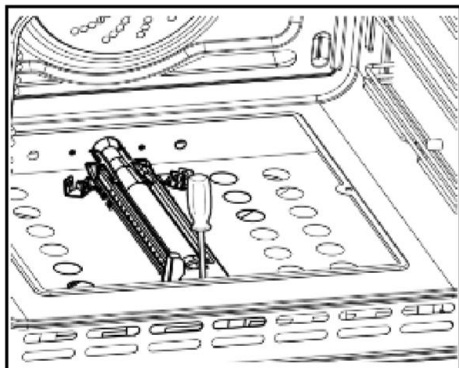

Рис. 10
3. Откройте защитный колпак "А" (Рис. 10).
- Откройте болты и снимите болт горелки "А" (Рис. 10).